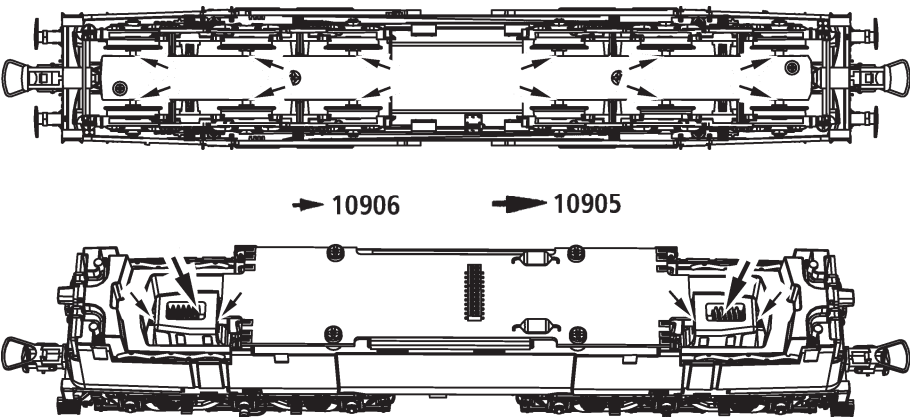
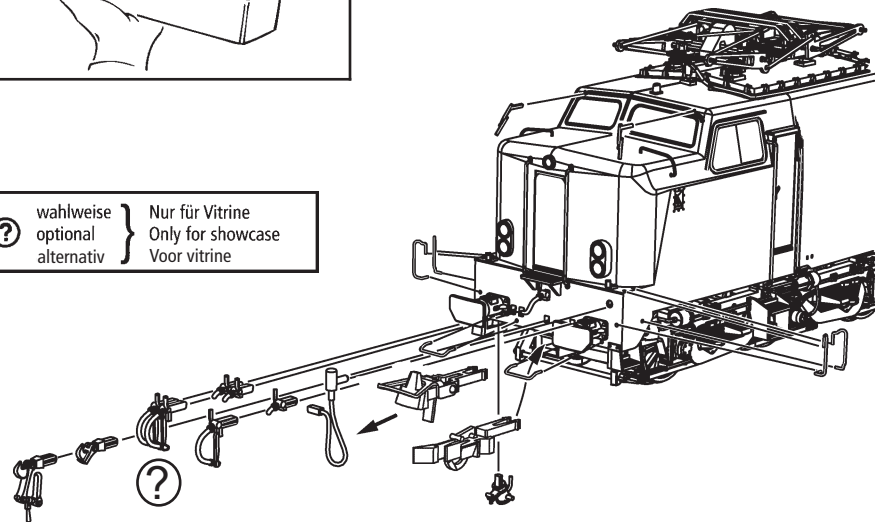

Fig. 8
Fig. 3
3. Haftreifenwechsel: Zuerst den Getriebedeckel abnehmen (Fig. 3). Danach den **Radsatz** herausnehmen und die **Haftreifen** mit einer Nadel od. mit einem feinen Schraubendreher abziehen (Fig. 8). Beim Aufziehen der neuen Haftreifen darauf achten, dass diese sich nicht verdrehen.
3. Change of traction tyre: Remove the gear cover (fig. 3). Take out **wheel set** and remove **traction tyre** using a pin or a fine screwdriver (fig. 8). When pressing on the new traction tyre please **avoid twisting it**.
3. Échange des bandages d'adhérence: Démontez d'abord le **couvercle du carter des engrenages** des engrenages (fig. 3). Délogez ensuite les essieux bandagés et enlevez, à l'aide d'une aiguille ou d'un tournevis fin, les bandages d'adhérence (fig. 8). Lors du montage des nouveaux bandages veuillez veiller à ce que les bandages **ne soient pas tordu**.